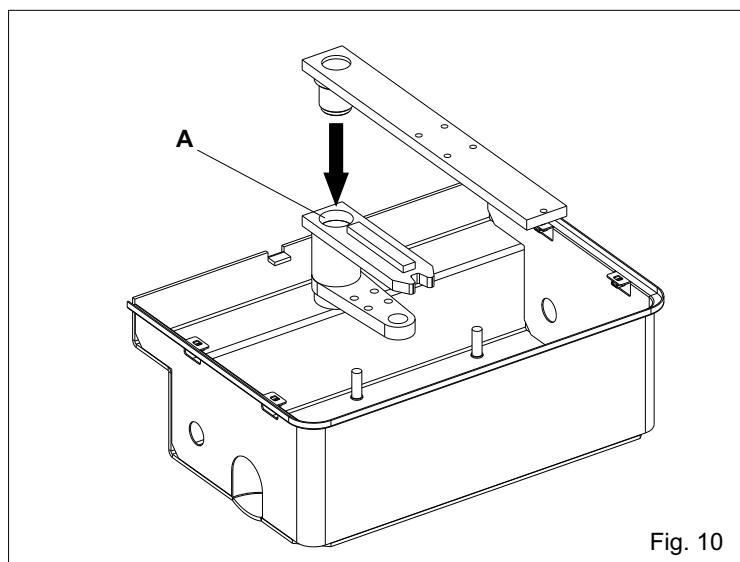

Fig. 10
2.6. Ingrassare abbondantemente il foro A e inserire l'assieme anta (Fig. 10)